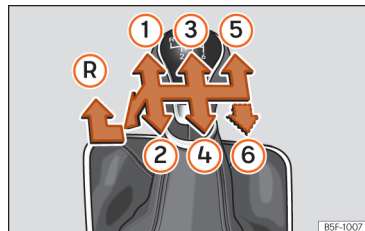

Abb. 88 Schaltschema bei einem 5-Gang bzw. 6-Gang Schaltgetriebe
Auf dem Schalthebel sind die Positionen der einzelnen Fahrgänge dargestellt **>>> [Abb. 88]**.
- Schalthebel in die Neutralstellung bringen und nach unten drücken. Schalthebel ganz nach links und dann nach vorn in die Rückwärtsgangposition schieben »» (Abb. 88) Ⓜ.